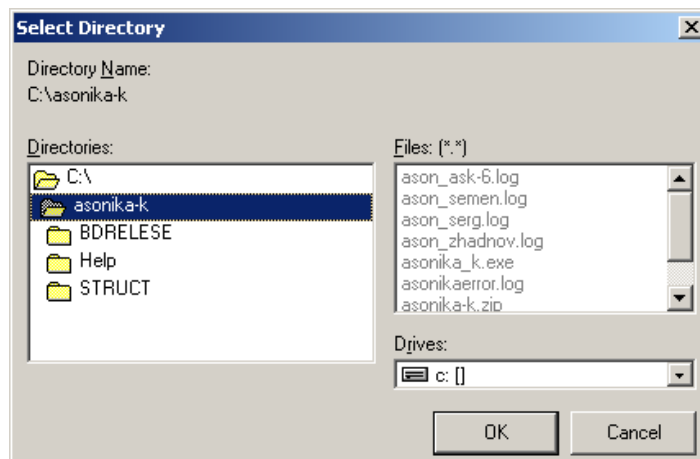

Рис. 3.51. Выбор папки для записи резервной копии проекта
- На окне с вопросом «Произвести резервное копирование?» нажмите кнопку «Да». В появившемся окне (см. рис. 3.51) выберете папку, в которой Вы хотите сохранить резервную копию проекта.